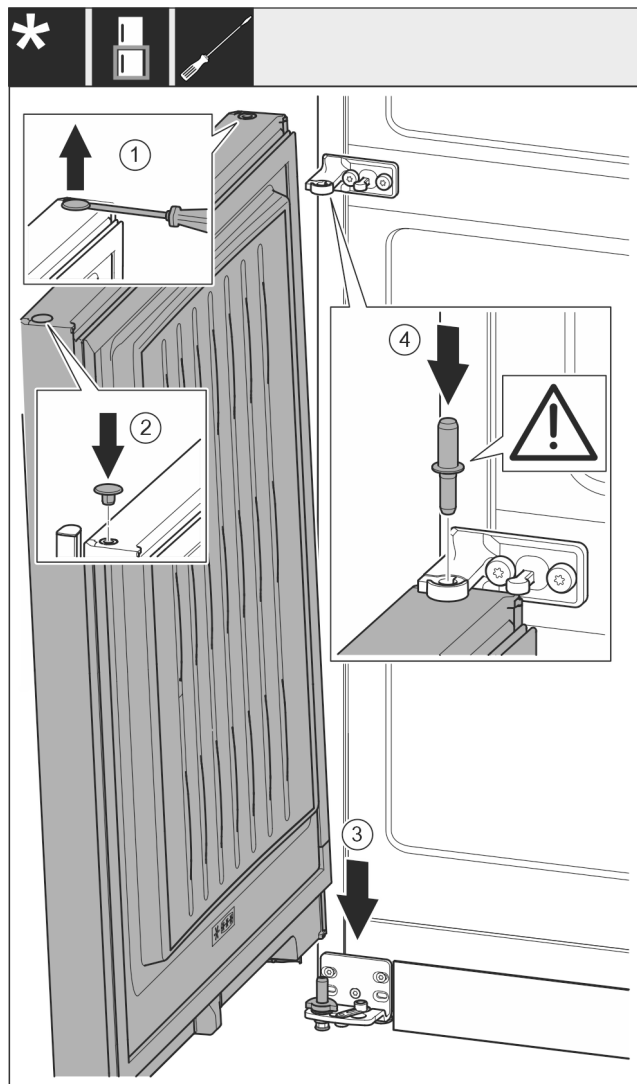

Fig. 21
- За допомогою шліцевої викрутки обережно підніміть пробку Fig. 21 (1) та витягніть її.
- Знову вставте пробку Fig. 21 (2) з іншого боку дверцят.
- Встановіть дверцят Fig. 21 (3) зверху на нижній опорний гвинт.
- Середній опорний гвинт Fig. 21 (4) встановіть в нижні дверцят через середній опорний кронштейн. При цьому виступ фіксатора повинен бути спрямований назад.